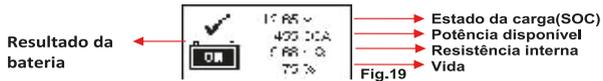

Fig.19
16. Os resultados do teste serão exibidos no ecrã (Fig. 19) em 7 segundos.